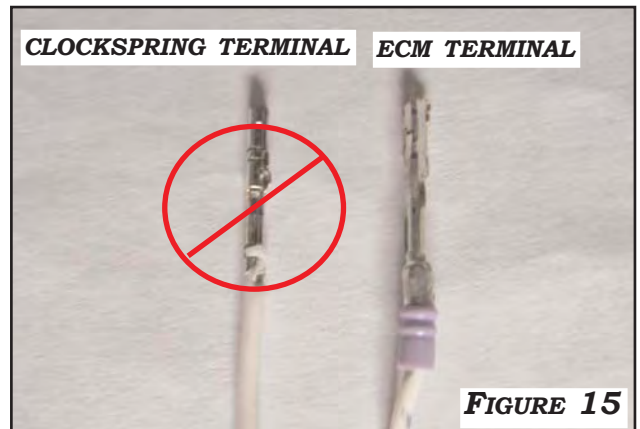

FIGURE 15
1. NOTE THE DIFFERENCE BETWEEN THE ECM TERMINAL WITH THE VIOLET SEAL AND THE CLOCKSPRING TERMINAL WITH NO SEAL AS SHOWN IN FIGURE 15.